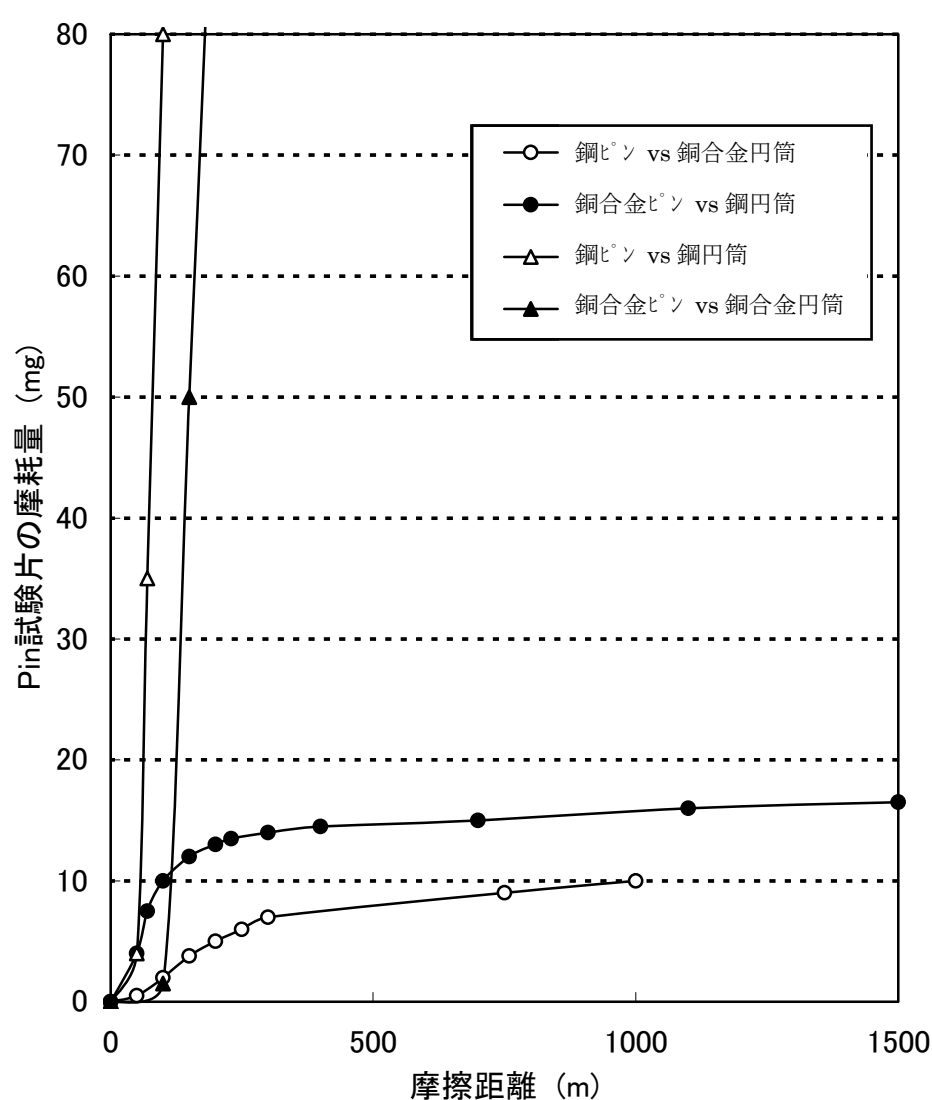

図5-1 摩擦摩耗試験結果
「軸」と「すべり軸受け」のように組み合わせて使用した際に摩擦が生じる機械部品を設計する場合には、摩擦により発生する摩耗量を出来る限り少なくするよう設計すべきである。今回、「軸」あるいは「軸受け」の材料として鋼と銅合金を選定し、これらの材料をどのように組み合わせで「軸」および「軸受け」とすべきかを検討するために、試験片による摩擦摩耗試験を実施した。実施した摩擦摩耗試験は、回転させた円筒にピンを押し付けておこなう摩擦摩耗試験である。それぞれの材料で摩擦摩耗試験に供するピンと円筒を製作し、①鋼のピンと銅合金の円筒、②銅合金のピンと鋼の円筒、③鋼のピンと鋼の円筒、④銅合金のピンと銅合金の円筒、の計4通りの組み合わせについて、乾燥状態で試験を実施した。その結果を図5-1に示す。なお、縦軸はピンの摩耗量である。